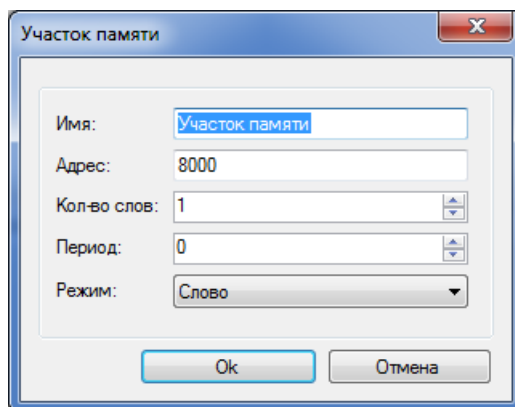

Рисунок 2.41
- вводятся параметры просматриваемого участка памяти (адрес, имя, количество, период, тип отображения) (см. рисунок 2.41);